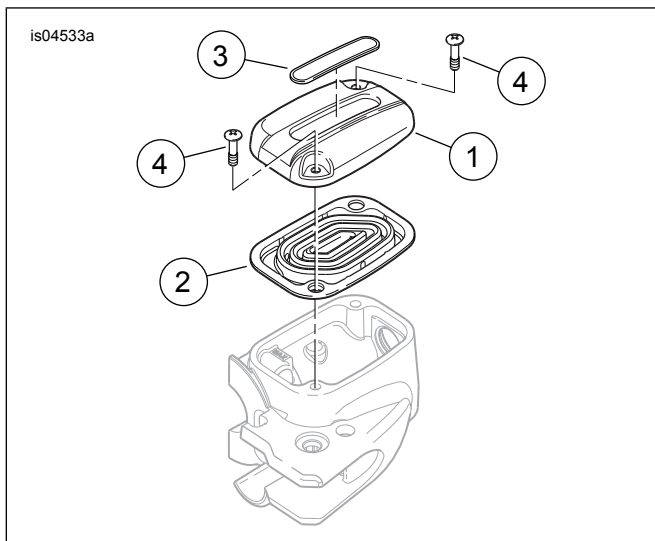

Figura 1. Peças de reposição, kit de tampa do cilindro-mestre
Veja a Figura 1 e consulte a Tabela 1.
4. Veja a Figura 1. Uma extremidade da tampa do cilindro-mestre é mais fina do que a outra. Instale a tampa (com a gaxeta comprimida) no reservatório do cilindro-mestre. Posicione a extremidade mais fina acima da conexão da tubulação de freio. Prenda a tampa e a gaxeta no reservatório com dois parafusos Phillips cativos. Aperte os parafusos com torque de 0,8–1,2 N·m (7–11 in-lbs).